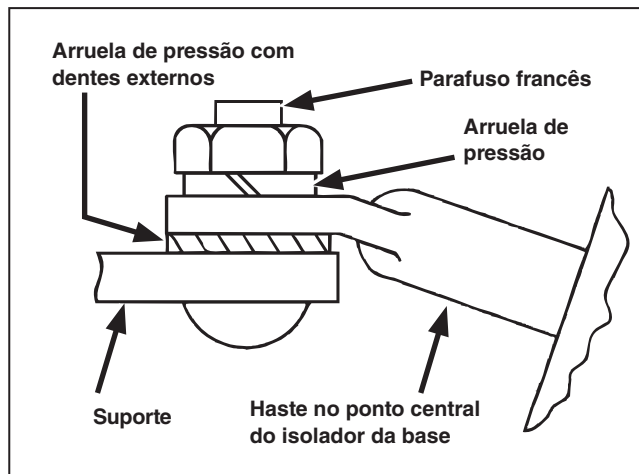

Figura 1. Detalhe da fixação da chave fusível ao suporte.
PASSO 1. Monte a chave fusível em um suporte compatível, como mostrado na Figura 1. Aperte a porca do parafuso francês até um ponto em que ela esteja firme, porém frouxa o suficiente para permitir o pivotamento para ajuste. Observe a posição da arruela de pressão com dentes externos entre o suporte de fixação e a haste no ponto central do isolador da base.